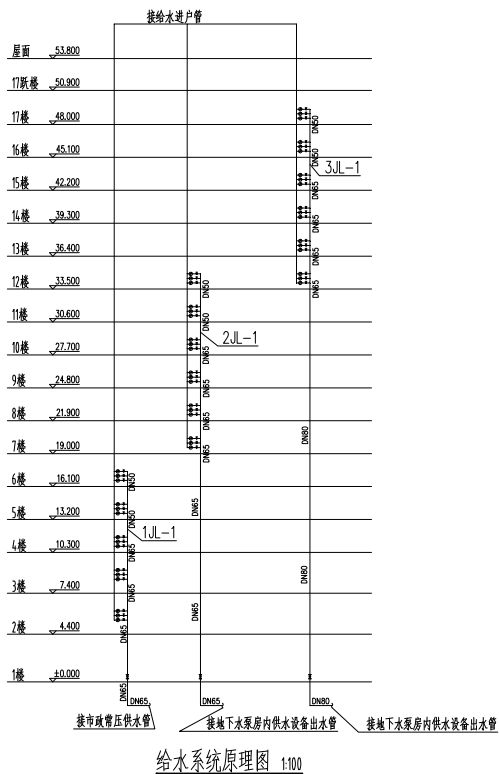

图 13-66 绘制图名标注
**12** 绘制图名标注。单击“专业标注”→“图名标注”命令，在弹出的【图名标注】对话框中定义图名和比例参数，根据命令行的提示，在系统图的下方点取图名的标注位置，绘制图名标注的结果如图 13-66 所示。